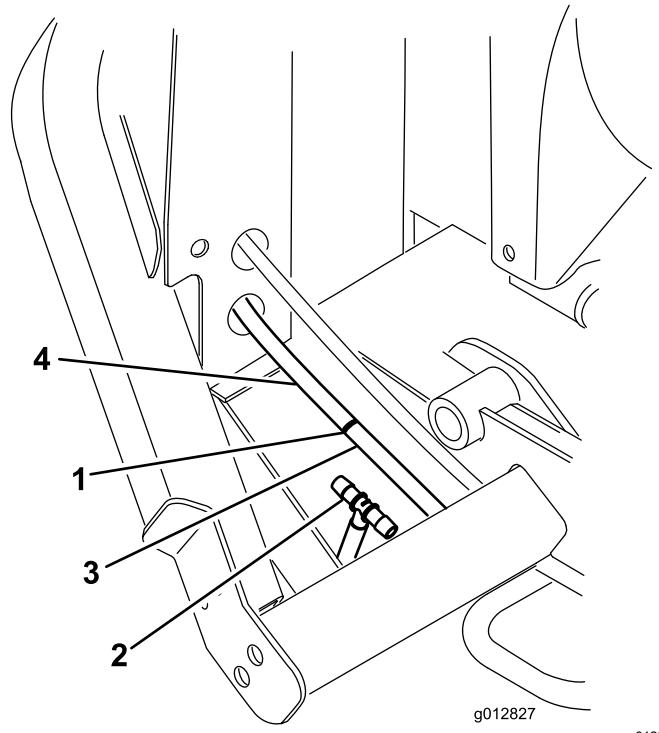

Рисунок 17
- B. Отмерьте приблизительно 12,7 см от рамы радиатора и отрежьте шланг линии возврата маслоохладителя (Рисунок 17).